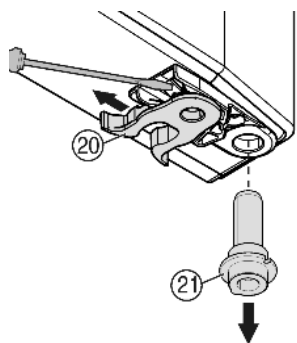

Fig. 9
- Přemístěte pružinovou svorku Fig. 9 (20). Stiskněte nos zářezky, přes ni stáhněte pružinovou svorku.
- Vytáhněte ložiskový čep Fig. 9 (21) z dveřní objímky a nasadte spolu s podložkou na protější stranu. Nos zářezky musí ukazovat k vnitřní straně dveří, zářez k vnější straně.
- Nasadte dveře dole a ložiskový čep Fig. 9 (21) do stojanu ložiska. Příp. ložiskovým čepem otáčejte tak, aby mohl zaskočit do západky.